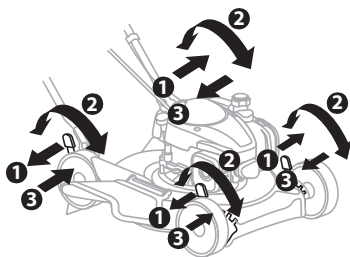

Fig. 8
1. La altura de la cuchilla al suelo se puede ajustar a 5 posiciones de altura desde 1,25 pulgadas a 3,75 pulgadas (Fig.8).